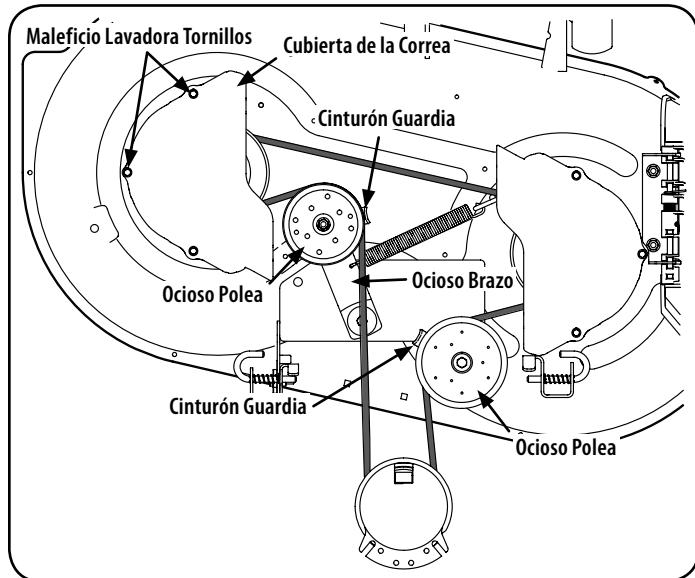

Figura 21
- Instalar la nueva correa alrededor de las poleas del eje como se muestra y vuelva a instalar la cinta cubre. Ver Figura 21.